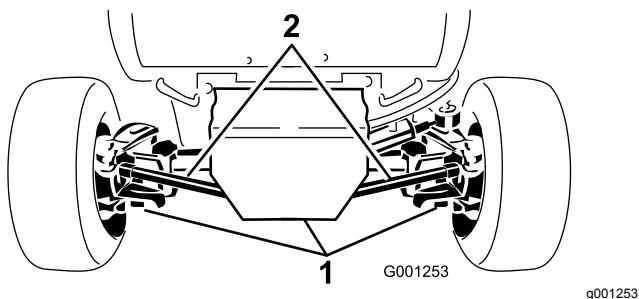

Figura 59
2. Limpe as zonas em redor dos três tampões de escoamento (Figura 59).